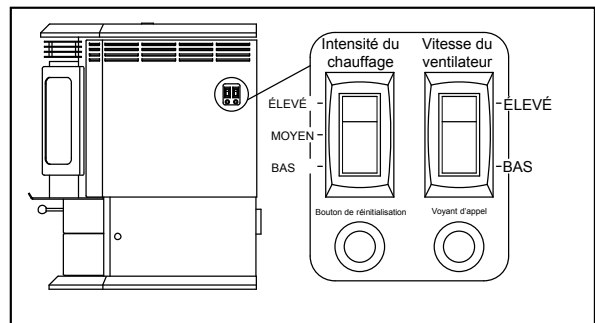

Figure 25.1
3. L'appareil peut parfois brûler tout le combustible et s'arrêter automatiquement. Dans ce cas, le voyant d'appel rouge sera allumé. Pour le remettre en marche, remplissez la trémie et pressez le bouton de réinitialisation. **(Voir la figure 25.1, page 25)**. Le voyant d'appel rouge s'éteint quand vous pressez le bouton de réinitialisation. Relâchez le bouton et le voyant se rallumera. Vous devez voir des flammes apparaître après un court instant. Si ce n'est pas le cas, suivez les instructions de la rubrique « Allumage de votre premier feu » à la **page 26**.